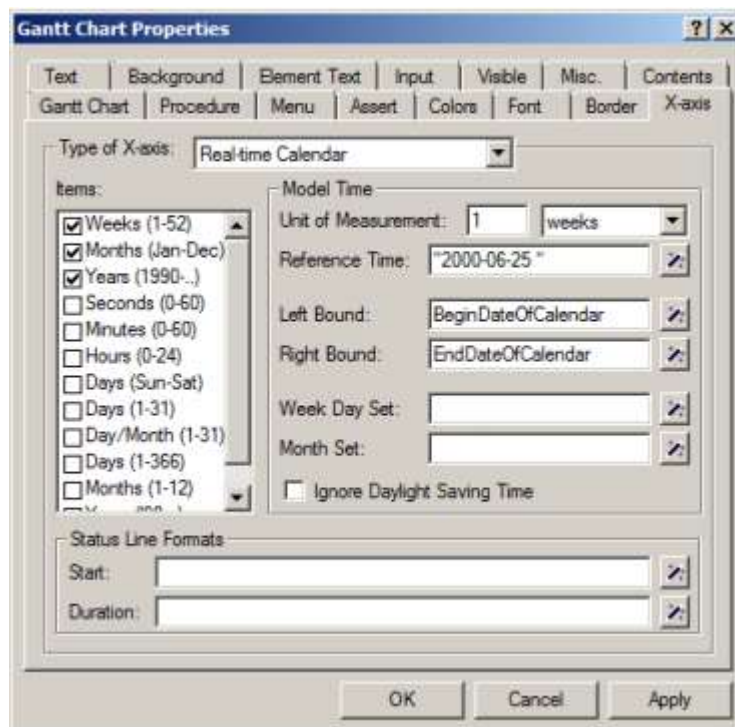

图 12.20 Gantt Chart Properties 对话框的 X-axis 标签
- 如图 12.20，勾选 ‘Weeks’，‘Months’ and ‘Years’